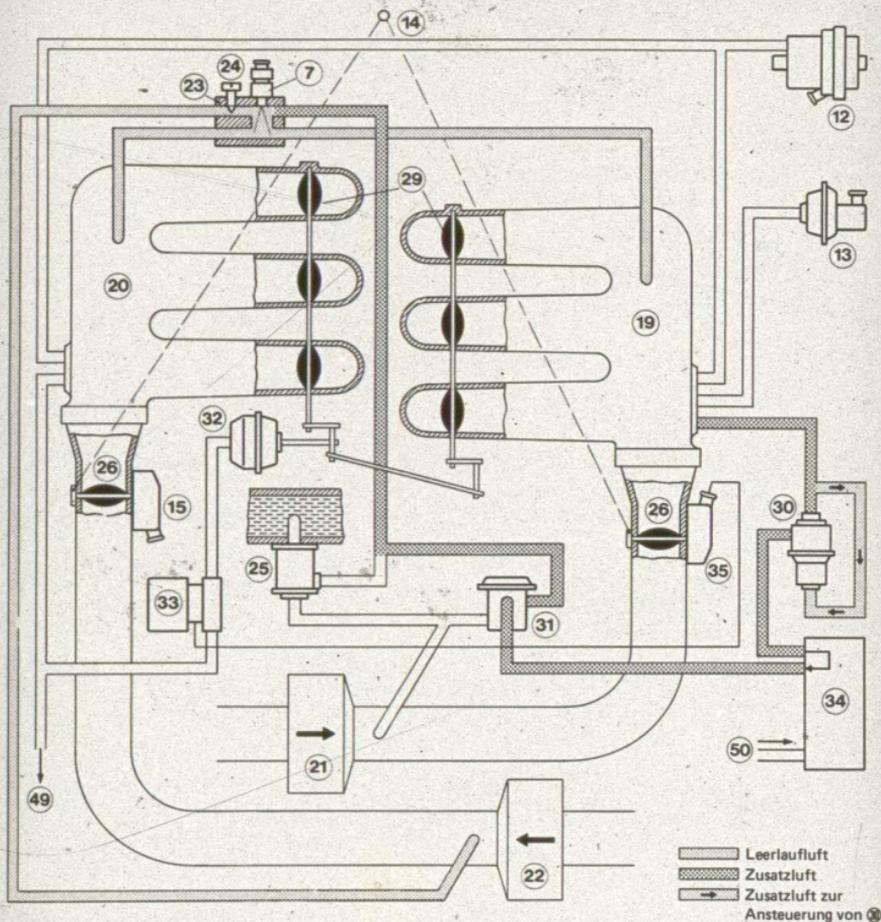

Bild 58
7.2.4. Zusatzluft im Schiebetrieb (Bild 58)